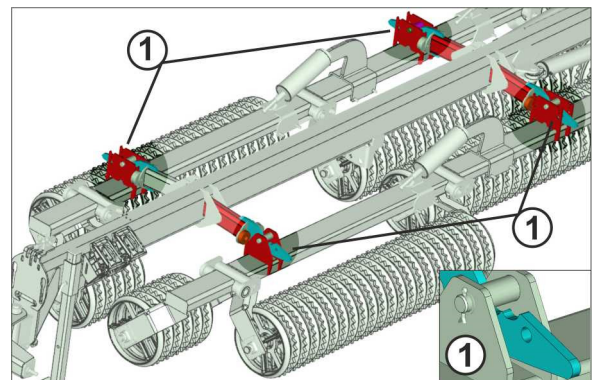

Fig. 29
- Transportsperren (Fig. 29/1) er låst opp.